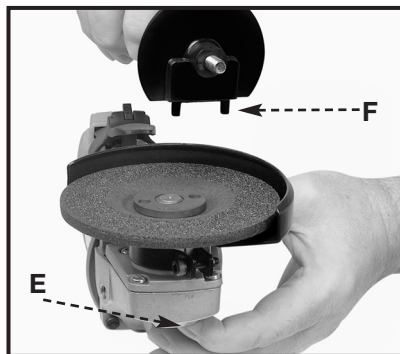

Fig. 7
6. Apriete la clavija de cierre del eje (E) Fig. 7, y manténgala apretada mientras le da vuelta a mano a la rueda en el sentido de las manecillas del reloj hasta que el seguro del eje se enganche.
7. Siga manteniendo acoplado el pasador del cierre del husillo mientras coloca las orejetas de la llave de gancho (F), Fig. 7, en los agujeros de la pestaña exterior. Apriete firmemente girando la llave en el sentido de las agujas del reloj.